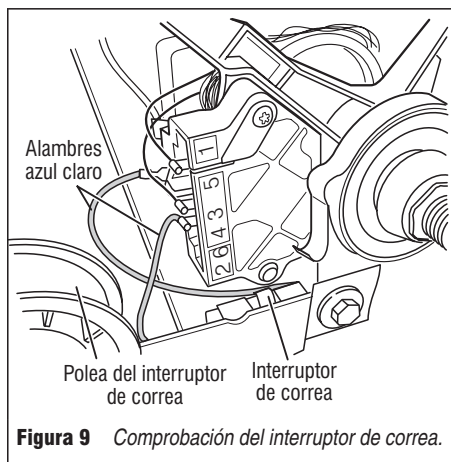

Figura 9 Comprobación del interruptor de correa.
7. Compruebe el interruptor de correa midiendo la resistencia entre los dos alambres azul claro como se muestra en la figura 9, mientras empuja hacia arriba la polea del interruptor de correa.